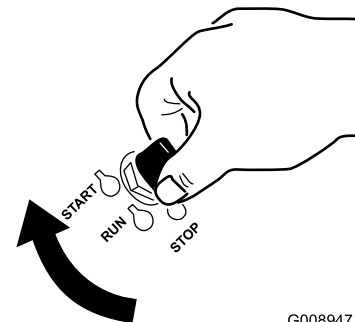

Figura 12
1. Gire la llave de contacto a la posición de ARRANQUE (Figura 12) Cuando el motor arranque, suelte la llave.
6. Gire la llave de contacto a la posición de ARRANQUE (P). Figura 12 Cuando el motor arranque, suelte la llave.